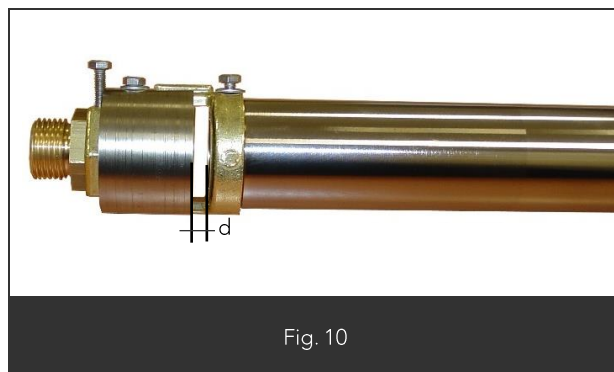

Fig. 10
- Brancher le manomètre sur la prise de pression (Fig10)